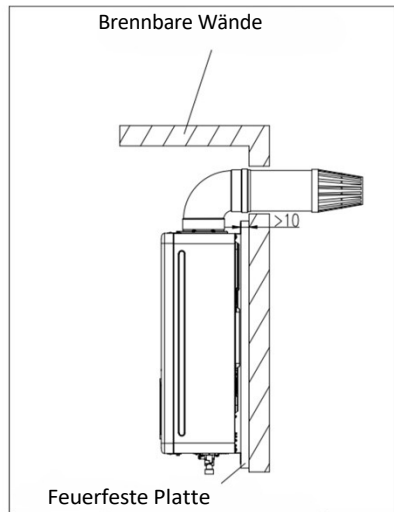

Fig. 8 (Unité : mm)
- Wenn die Materialien der Installationsräume brennbar oder entflammbar sind, müssen eine feuerfeste Platte zur Isolierung, eine hitzebeständige Platte und ein Wandabstand von mehr als 10 mm verwendet werden, und die Größe der Heizplatte muss 10 mm größer sein als die des Gehäuses des Warmwasserbereiters. (Abb. 8)